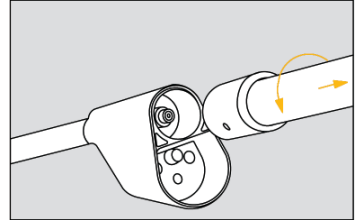

Abb. 2
- Schrauben Sie die Isolierstange aus dem Kopfteil. Der Batteriedeckel bleibt durch seinen Verdrehschutz im Kopfteil (Abb. 2).